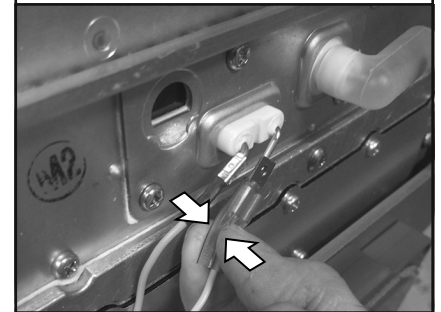

Figure 55
- 9.1 Déconnectez les câbles du détecteur de flamme, du capteur du ratio air/carburant et de l'allumeur, voir Figure 55.